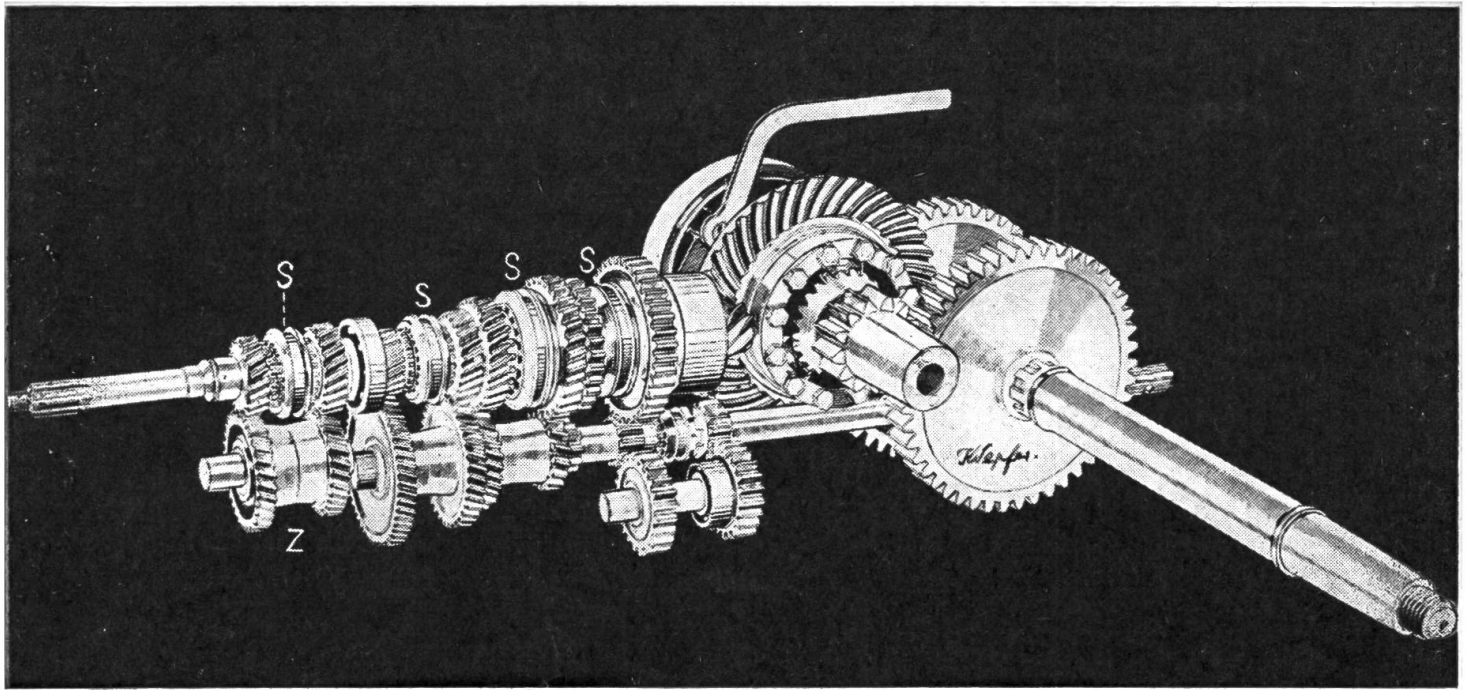
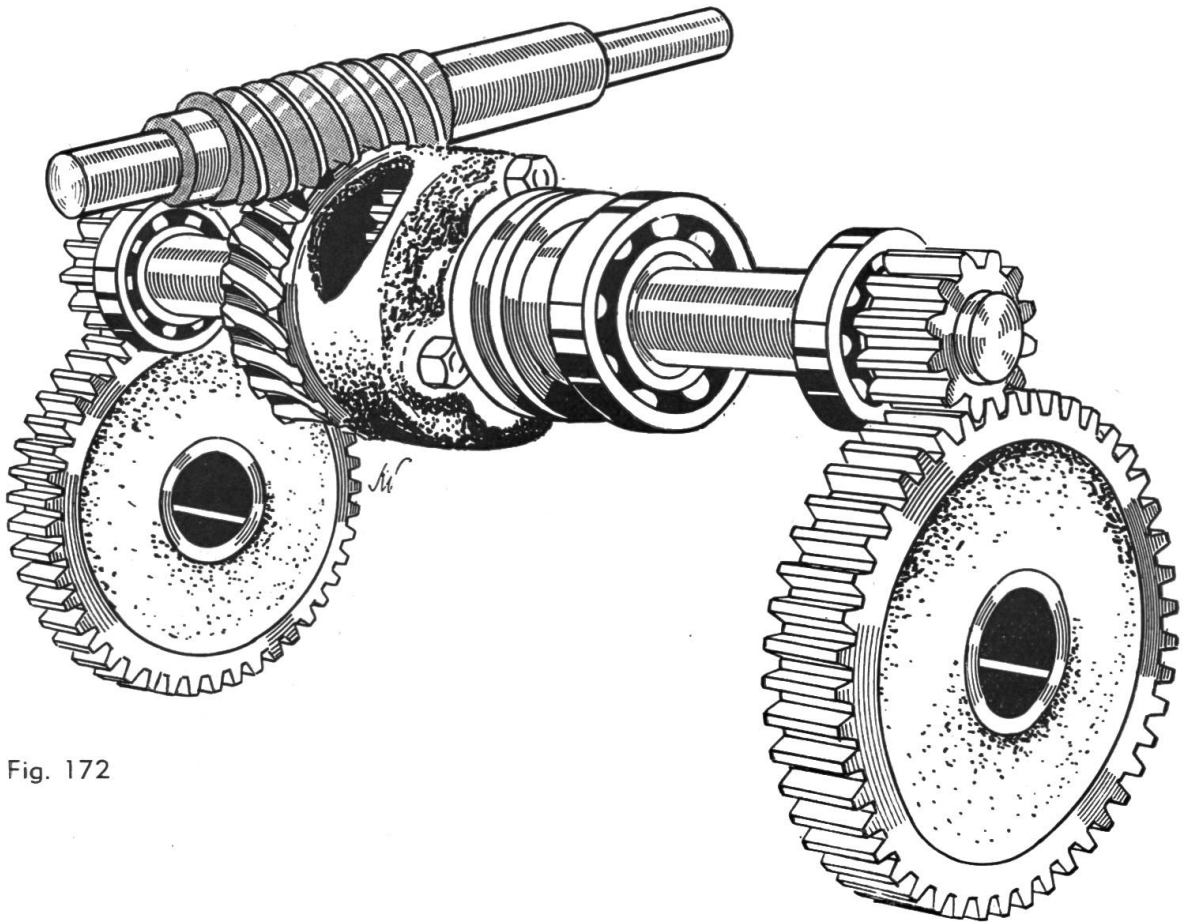

Fig. 165
Fig. 172
Im Automobilbau wird heute mit allen Mitteln versucht, diesen — von vielen Leuten schwer erlernbaren — Schaltvorgang zu vereinfachen, durch Verwendung von **Synchron-** und **hydraulischen** Getrieben. Doch sind heute auch in schweizerischen Traktoren Getriebe eingebaut, die den Schaltvorgang wesentlich erleichtern, indem durch Verwendung von Klauenkupplungen die einzelnen Schalträder dauernd im Eingriff belassen werden können. Der Schaltvorgang besteht somit nur noch darin, das gewünschte Zahnrad, das sich auf der Getriebewelle frei drehen kann, kraftschlüssig mit ihr zu verbinden. Diese Aufgabe fällt der Schaltmuffe zu, die innen mit Nuten versehen und auf der ebenfalls genutzten Getriebewelle seitlich verschoben werden kann. In diese Nuten passen entsprechende Vorsprünge des zu schaltenden Zahnrades (Fig. 165). Die grundsätzlichen Schwierigkeiten des Schaltvorganges sind damit zu einem Teil behoben und vor allem sind durch Verwendung von Schaltmuffen, Zahnbeschädigungen durch unsachgemäßes Schalten kaum mehr denkbar.
Fig. 165: 10-Gang-Traktorengetriebe (Bührer «Super»). Bei diesem Getriebe sind alle Räder dauernd im Eingriff. Sie drehen leer auf der Antriebswelle. Das Einschalten geschieht durch Verschieben der Schaltmuffen (S). Durch Verwendung eines Zwischengetriebes (Z) ist es möglich, alle Getriebestufen des 5-Gang-Getriebes mit oder ohne dieses zu benutzen, so dass wir ein 10-Gang-Getriebe erhalten. Die Zapfwelle hat 2 Geschwindigkeiten und wird ebenfalls durch Klauen geschaltet.
Dagegen werden heute die meisten Einachstraktoren mit Differentialgetrieben ausgerüstet (Fig. 172).
Fig. 172: Vielfach werden zwischen Differential und Radachse noch sog. Ritzelgetriebe eingebaut, wie z. B. bei den beiden 5- und 10-Gang-Traktorengetrieben in Fig. 164 und Fig. 165. Die gleiche Methode wird auch in einzelnen Einachstraktoren mit Erfolg angewendet. Unser Bild zeigt das Differentialgetriebe des Rapid-Einachstraktors, bei dem ebenfalls ein Ritzelgetriebe verwendet wird.